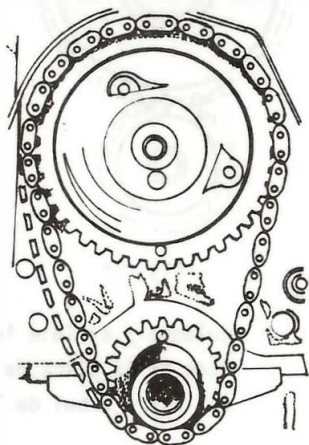

Fig. 19
- e. Haga girar el cigüeñal hasta que las marcas "o" de los engranajes estén alineadas (fig. 19).